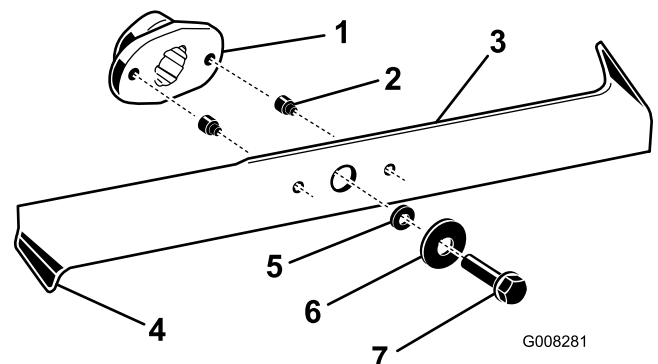

Bild 39
2. Untersuchen Sie die Schnittkanten (Bild 39). Bauen Sie die Schnittmesser aus und schärfen sie, wenn die Kanten nicht scharf sind oder Kerben aufweisen; siehe „Schärfen der Messer“.
- Prüfen Sie die Schnittmesser, insbesondere die gebogenen Kanten (Bild 39). Montieren Sie neue Messer, wenn Sie eine Abnutzung oder Beschädigung dieses Bereichs feststellen.
- Ersetzen Sie die Scherbolzen sofort, wenn Sie gebrochen sind (Bild 39).
- Entfernen Sie die Messerschrauben, Scheiben und Messer (Bild 39). Sie können einen Holzklötzchen zwischen das Schnittmesser und das Mähwerk keilen, um das Schnittmesser beim Entfernen der Schraube zu blockieren.
- Montieren Sie die Schnittmesser, Scheiben und Messerschrauben (Bild 39).